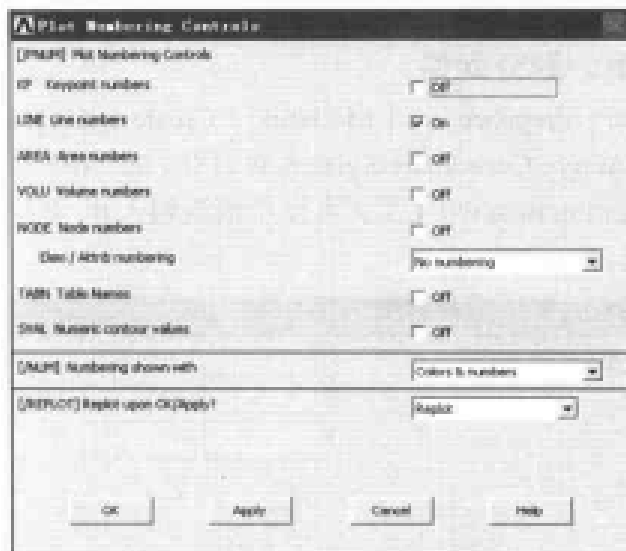

图 11-17 编号显示控制对话框
(5) 选择 Main Menu | Preprocessor | Modeling | Create | Lines | Arcs | Full Circle 命令，出现 Full Circle 菜单，在文本框中输入 0，单击 Apply 按钮，在文本框中输入 0.2，单击 OK 按钮。
(6) 选择 Utility Menu | PlotCtrls | Numbering 命令，出现 Plot Numbering Controls 对话框，选择 LINE Line numbers 选项，使其状态从 Off 变为 On，其余选项均采用默认设置，如图 11-17 所示；单击 OK 按钮关闭该对话框。